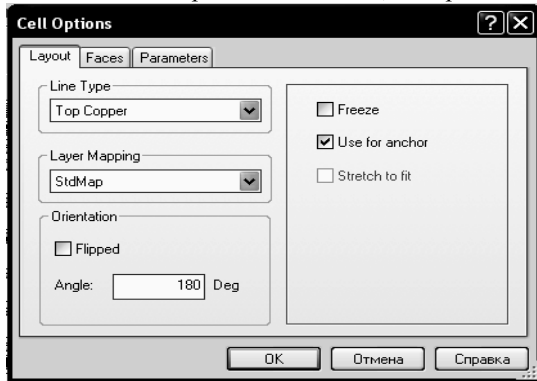

Рис. 4.17
1. В окне топологии схемы щёлкните левой кнопкой мышки по топологическому элементу **Alpha_212_3**, чтобы выделить его. Затем щёлкните по этому элементу правой кнопкой мышки и выберите **Shape Properties** (Свойства формы). Откроется диалоговое окно **Cell Options** (рис. 4.17).